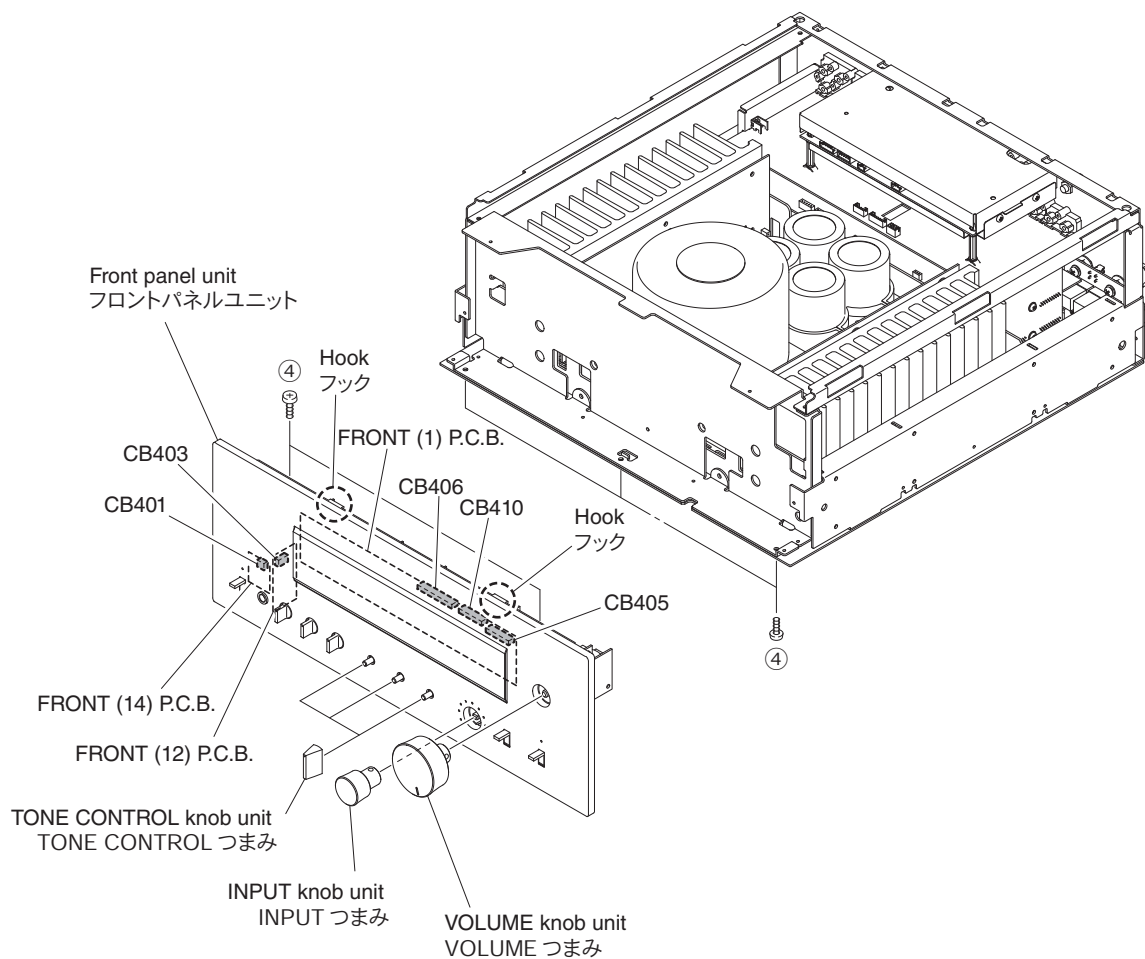

Fig. 2
- Remove 5 screws (④). (Fig. 2)
- Remove CB401, CB403, CB405, CB406 and CB410. (Fig. 2)
- Remove the front panel unit. (Fig. 2)
- ④のネジ5本を外します。(Fig. 2)
- CB401、CB403、CB405、CB406、CB410を外します。(Fig. 2)
- フロントパネルユニットを外します。(Fig. 2)